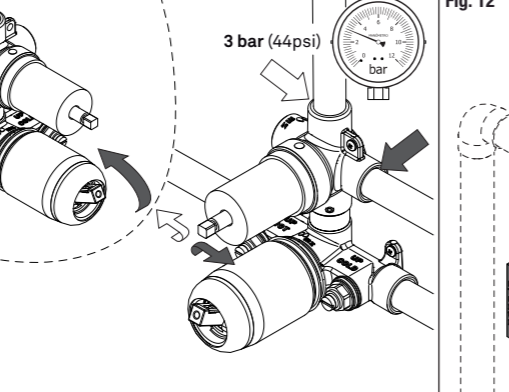

Fig. 11.1
7) Abra las llaves generales de agua fría y caliente, cierre la válvula y compruebe si hay fugas en las conexiones señaladas (Fig. 11.1).
7) Open the hot and cold water supply, close the valve and check for possible water leakages in the signaled connections (Fig. 11.1).
7) Ouvrez l'entrée générale d'eau chaude et d'eau froide, fermez la vanne et vérifiez s'il y a des fuites au niveau des raccords signalés (Fig. 11.1).